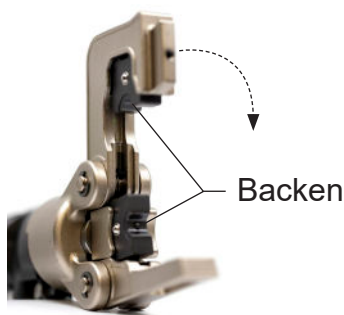

Fig. 1
1. Auf richtige Pressbackenauswahl achten. Klappverschluss öffnen. Positionsschraube für Pressbackentyp TB, bzw. KB in die richtige Position bringen Fig.3, (1 = TB-Backen, 2 = KB-Backen). Pressbacken in den Presskopf einsetzen, Verschlusslasche schließen (Fig.1)
Das feste Handgriffrohr wird mit Hilfe einer Rohr- oder Greifzange losgeschraubt (Fig. 1). Wenn zwischen Stahlrohr und Backen im Werkzeug ein Streifen Schmirgeltuch gelegt wird, ist ein besserer Griff das Ergebnis.